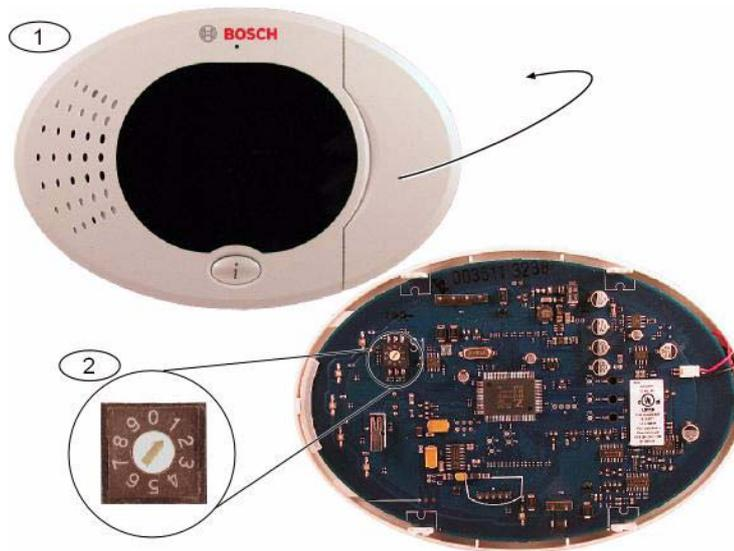

Figura 2.1 Conmutador de direcciones del centro de control
2. Si instala más de un centro de control, cada uno de ellos debe tener una dirección exclusiva. Las direcciones válidas son de 1 a 4. Consulte *Figura 2.1* para obtener información sobre la ubicación del conmutador de direcciones.